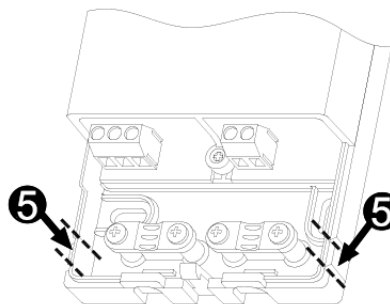

Fig. 5
**Raccordement latéral** : retirer à l'aide d'une pince les dents en plastique, en suivant les indications **5** de la **Fig. 5**.